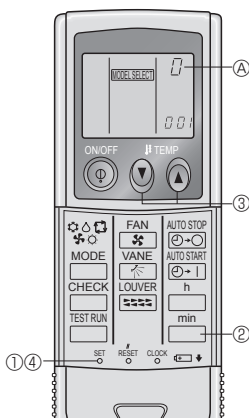

Fig. 6-4
4) Programmation des numéros de paires de la télécommande sans fil infrarouge. (Fig. 6-4)
- ① Appuyer sur le bouton SET à l'aide d'un objet pointu. Commencer cette opération avec l'affichage de la télécommande sans fil infrarouge désactivée. **MODEL SELECT** clignote et le numéro du modèle s'allume.
- ② Appuyer deux fois sans relâcher sur le bouton \square min. Le numéro "0" clignote.
- ③ Appuyer sur le bouton temp \odot \odot pour attribuer le numéro de paires de votre choix. Si l'opération est erronée, appuyer sur la touche ON/OFF \odot et recommencer à partir du point ②.
- ④ Appuyer sur le bouton SET à l'aide d'un objet pointu. Le numéro de paires attribué s'allume pendant trois secondes puis s'éteint.
④ Numéro de paire de la télécommande sans fil infrarouge	Carte à circuit imprimé intérieure